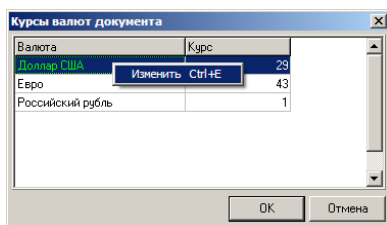

Рис. 120. Изменение курса валюты документа
- При выписке документов (счет, накладная на продажу, акт выполненных работ и др.) в поле «Валюта» выберите валюту документа. Курс по умолчанию будет использован тот, который установлен на панели быстрого доступа (рис. 119). Изменить курс для этого документа можно, нажав кнопку **К** (рис. 120).